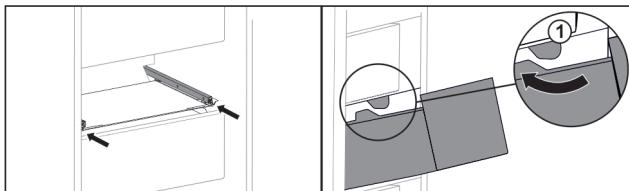

Fig. 125
- Обвести висувний ящик навколо стопора Fig. 125 (1).